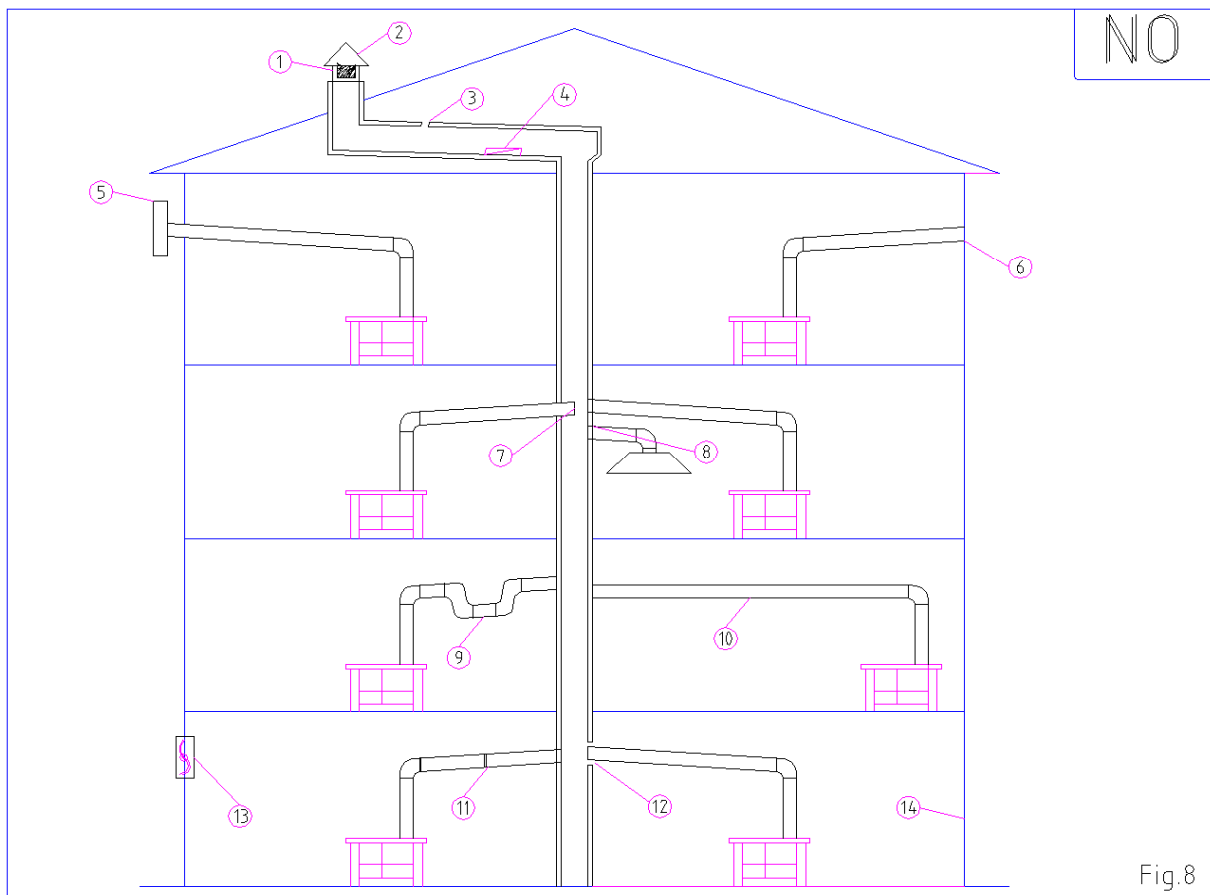

Fig.8
4.5 ESEMPI DI INSTALLAZIONE VIETATA fig.8